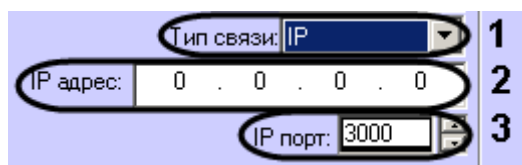

Рис. 3.3–3 Настройка подключения контроллера AAN через протокол Ethernet
- 4.2 В поле **IP адрес:** ввести IP адрес контроллера AAN (см. Рис. 3.3–3, 2).